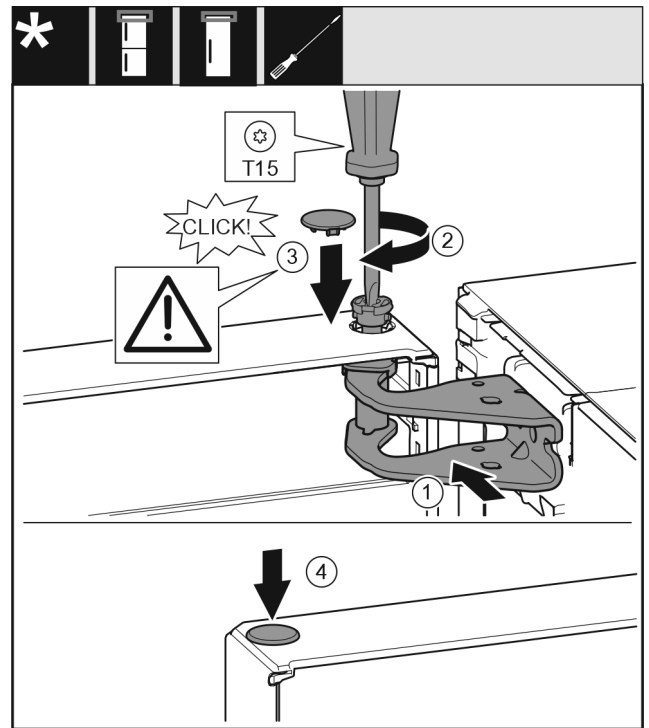

Fig. 30
- Allineare la porta superiore all'apertura nella staffa di supporto Fig. 30 (1).
- Inserire i perni Fig. 30 (2) e stringerli con un cacciavite.
- Inserire la copertura Fig. 30 (3).
- Controllare che la copertura Fig. 30 (3) poggi sulla porta.
- Inserire la copertura Fig. 30 (4).